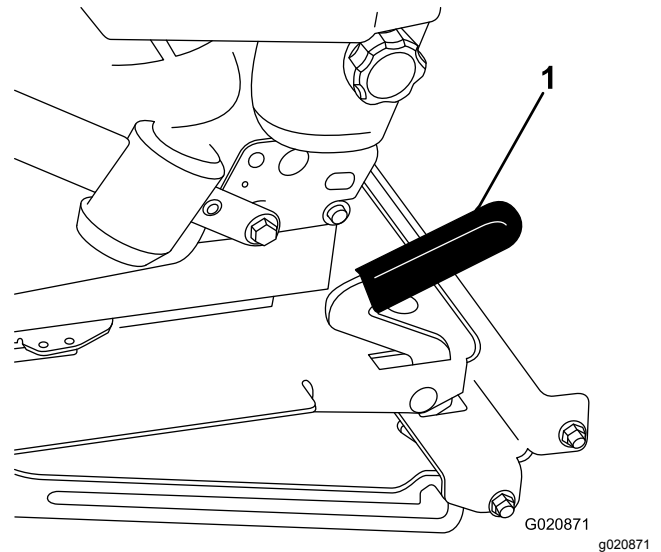

Figura 15
2. Tire del cierre hacia adelante y levante el asiento para desbloquear el asiento (Figura 15).